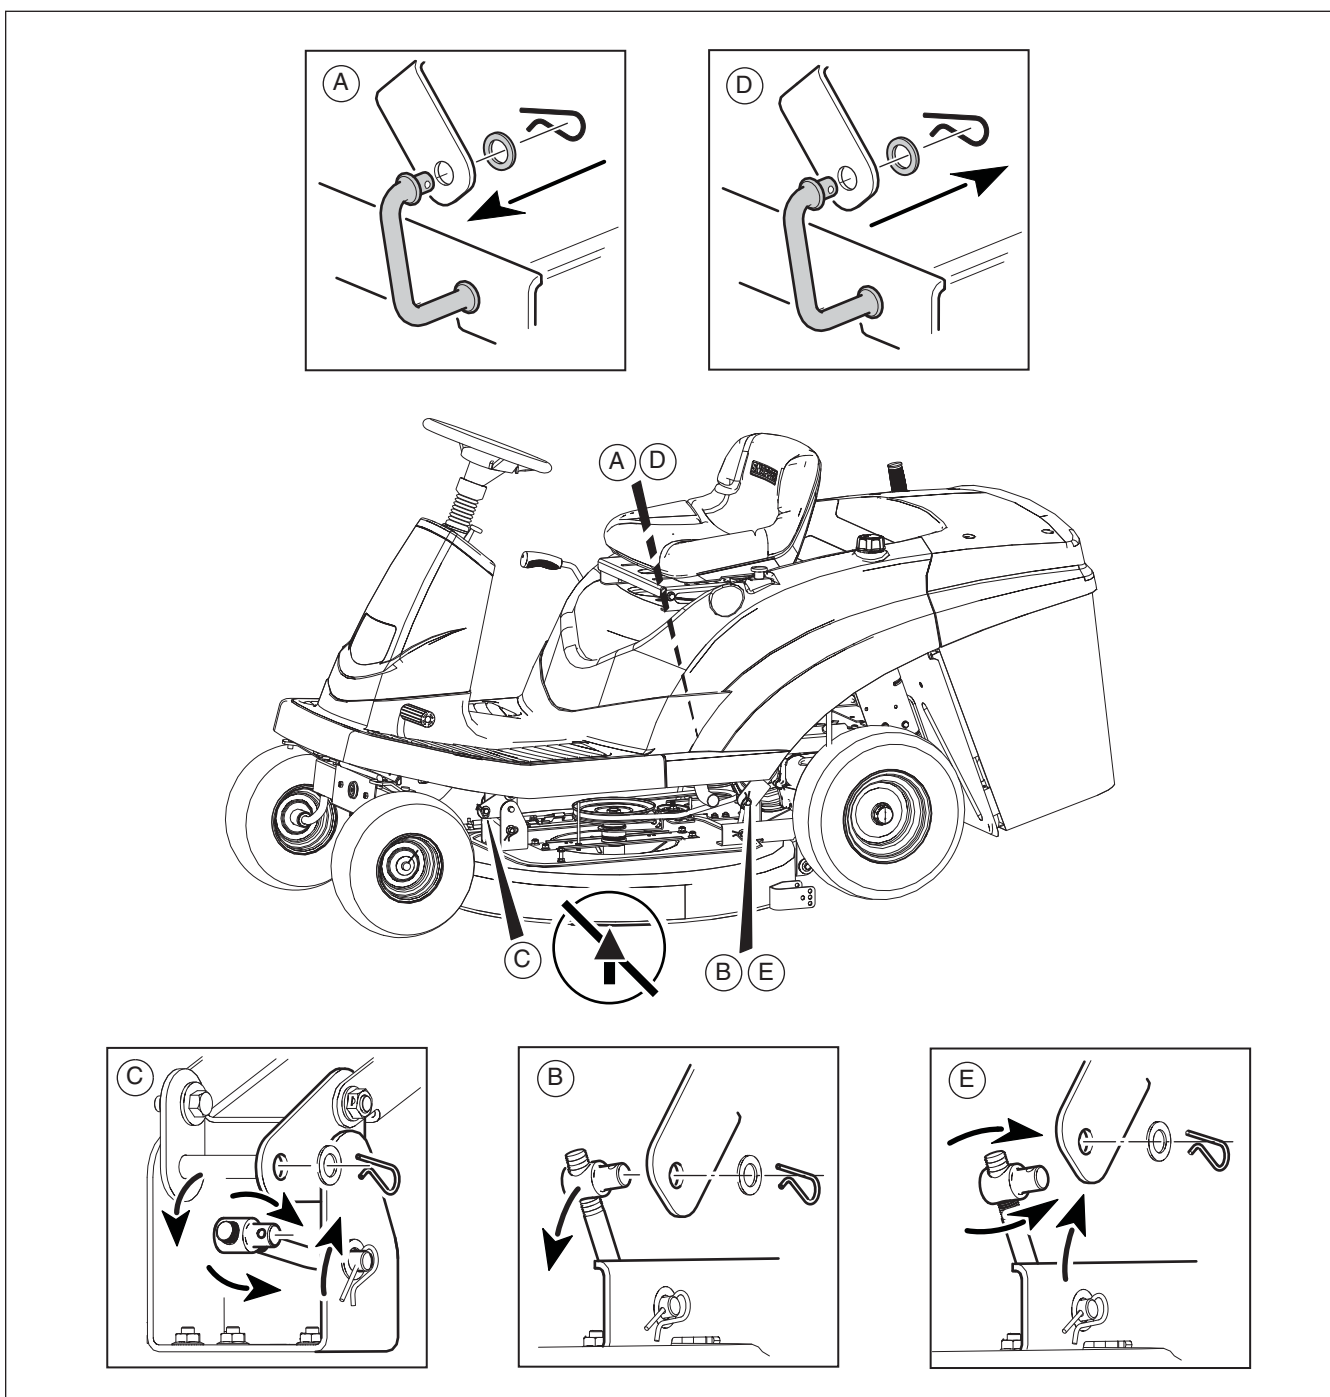

Figura 27
5. Desconecte los brazos elevadores de la parte posterior de la plataforma del cortacésped (consulte **A** y **B** en la **Figura 27**).
7. Retire la horquilla y la tuerca de ajuste del conjunto de soporte delantero (consulte **C** en la **Figura 27**).
10. Vuelva a instalar los brazos elevadores traseros (consulte **D** y **E** en la **Figura 27**).